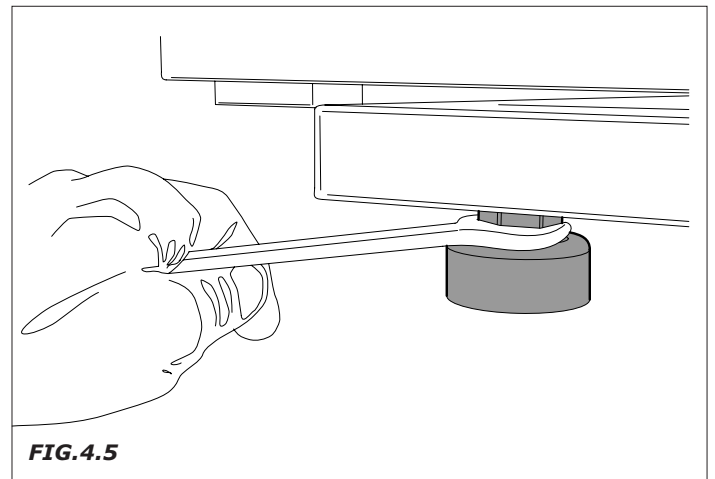

FIG.4.5
- Extraer la protección de madera "parachoques" que se encuentra entre las patas y el expendedor, y volver a atornillar las patas sin las protecciones de plástico (Fig.4.5) (N.B. el parachoques de madera sólo aparece en las máquinas destinadas a la exportación).